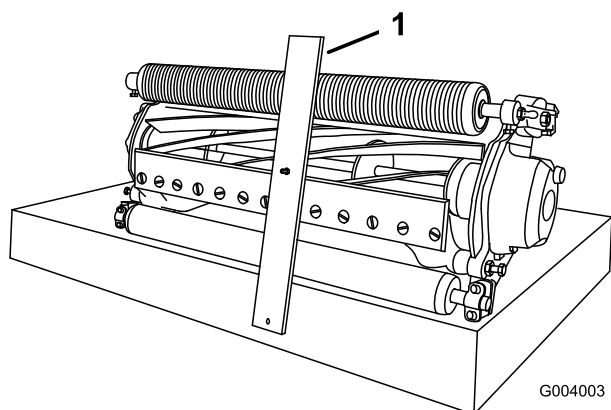

Figura 56
3. Prenda a cabeça do parafuso à extremidade cortante da lâmina de corte e apoie a extremidade traseira da barra no rolo traseiro (Figura 56).